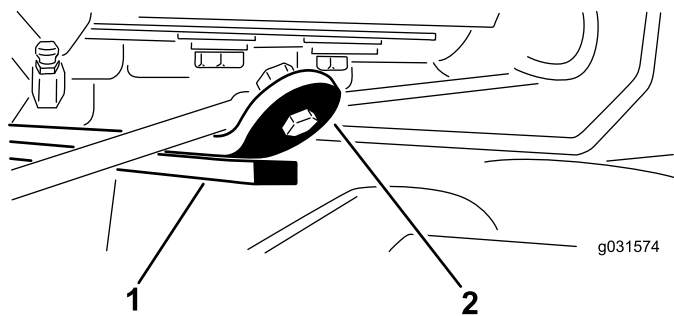

Figure 10
3. Démarrez le moteur, levez les unités de coupe et vérifiez qu'un espace de 0,51 et 2,54 mm (0,02 et 0,10 po) existe entre le segment d'usure sur le dessus de la barre d'usure de l'unité arrière et la bride de butée, comme montré à la Figure 10.